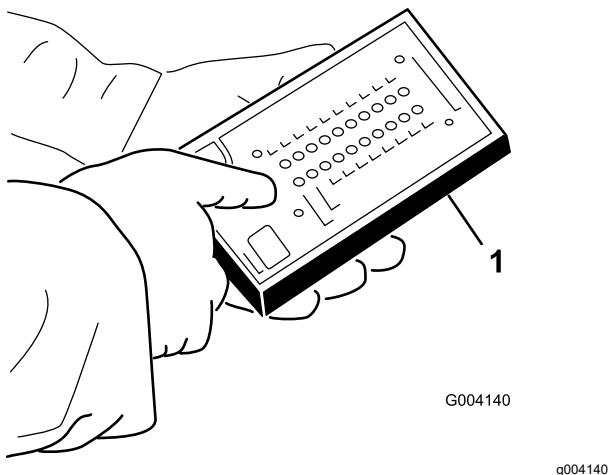

Figura 39
5. Collegate il connettore del display diagnostico ACE al connettore del cablaggio preassemblato (**Figura 39**).